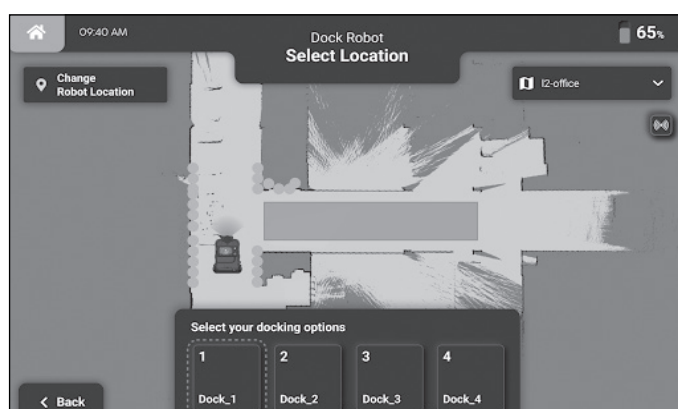

Figure 62
- Sélectionnez la station d'accueil à laquelle la machine doit s'amarrer (**Fig. 62**).